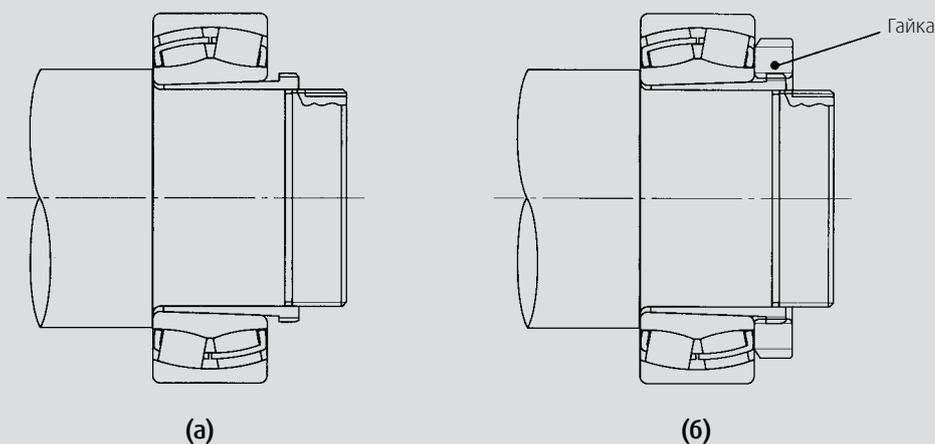

Рис. 7.5 Способ с применением гайки
7.2.3 Способ с применением гайки (Рис. 7.5)